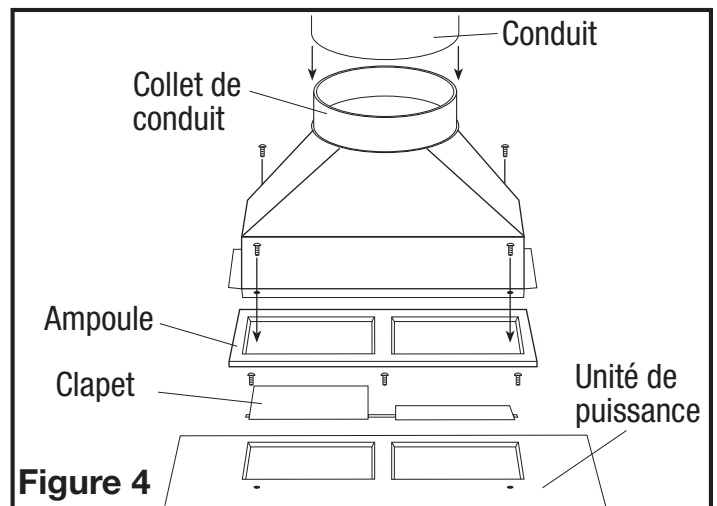
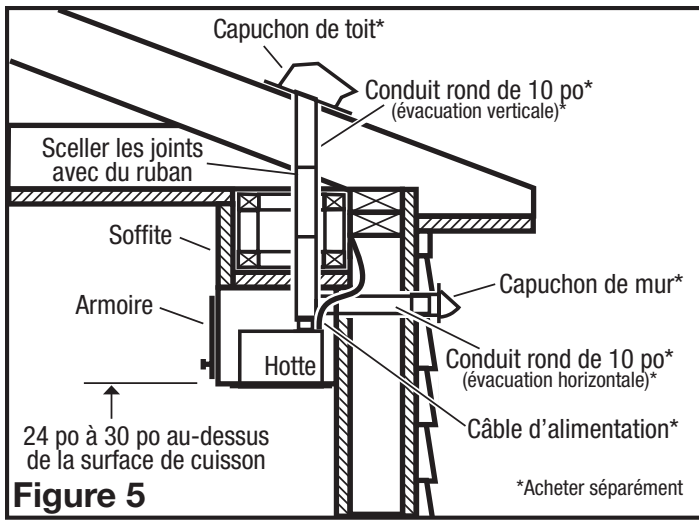

Figure 4
Figure 5
1. Install the included damper to the hood with three of the provided #6 blunt tip screws. Peel backing off the included gasket and while holding the dampers in a vertical position install the gasket onto the hood. Make sure to align the holes and rectangular cutouts to ensure the dampers open smoothly. Install the included duct collar to the hood with four of the provided #6 blunt tip screws (**Figure 4**). Assurez-vous que les joints des conduits et les pénétrations extérieures sont scellés avec du mastic ou tout autre matériau similaire pour créer un passage d'air étanche afin de minimiser la perte ou le gain de chaleur et réduire le risque de condensation. Placez / enveloppez l'isolant autour du conduit et / ou ventilateur afin de minimiser la possibilité d'accumulation de condensation à l'intérieur du conduit, ainsi que la perte ou le gain de chaleur (**Figure 5**).
- Quand il y a accès au dessus de l'unité, reliez la canalisation au collier de conduit et fixez-la en place en utilisant un ruban adhésif pour sceller tous les joints (Figure 4).